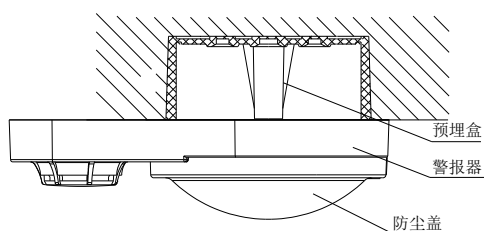
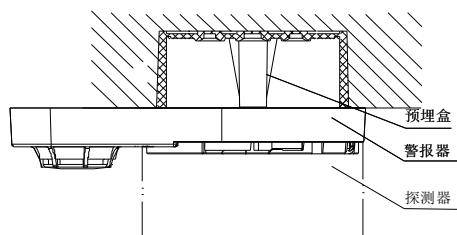

图 2 警报器安装示意图
图 3 警报器配探测器安装示意图
2. 警报器安装示意图如图 2 所示，警报器配探测器时安装示意图如图 3 所示。